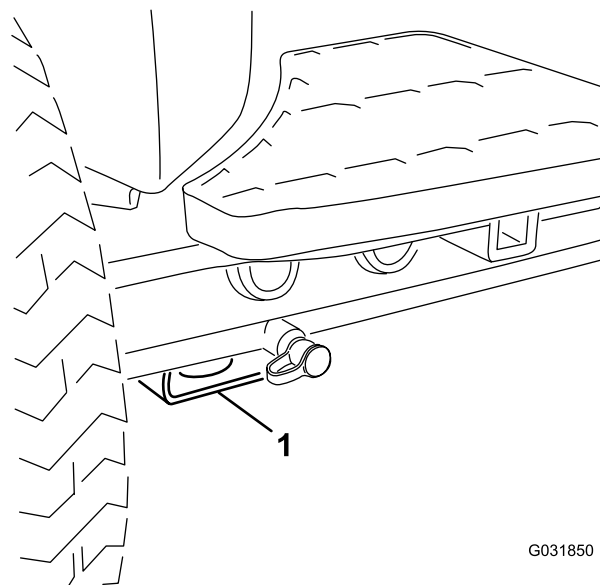

Figura 41
- Dianteira – pastilha retangular, por baixo do tubo do eixo, dentro de cada pneu dianteiro (Figura 41).